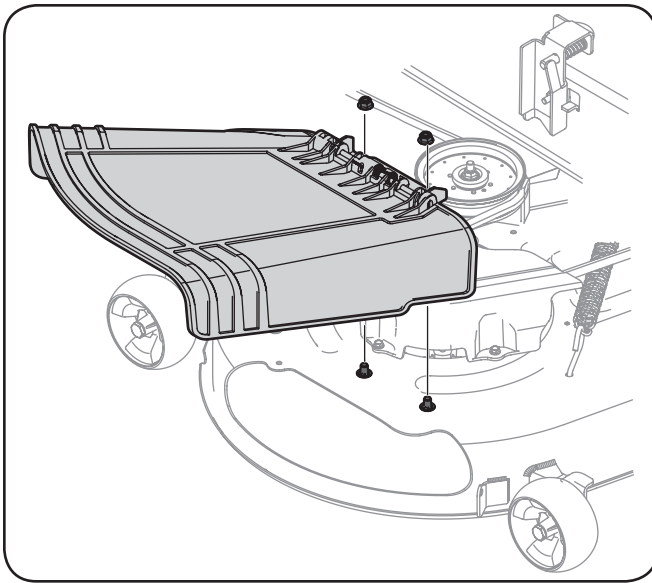

Figura 3-6
- Instale el deflector del canal de descarga usando los pernos del carro, las tuercas a presión y las tuercas de seguridad con brida, como se indica en la Figura 3-6 y sujete bien los elementos de ferretería.